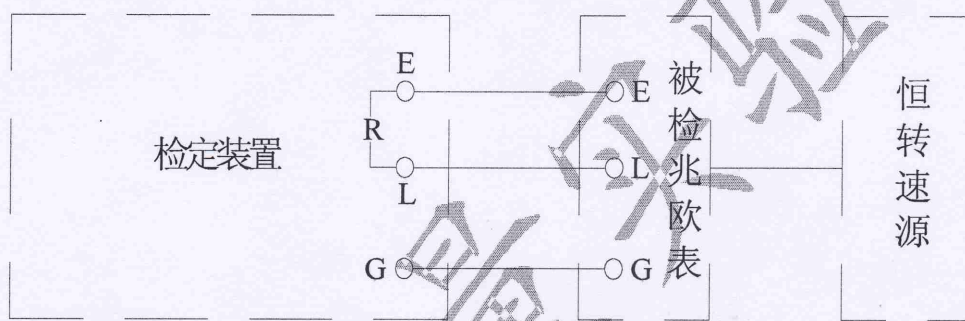

图 5
5.3.1 按图 5 要求接线 (同名端相接)。
5.5.1 按图 5 要求接线。